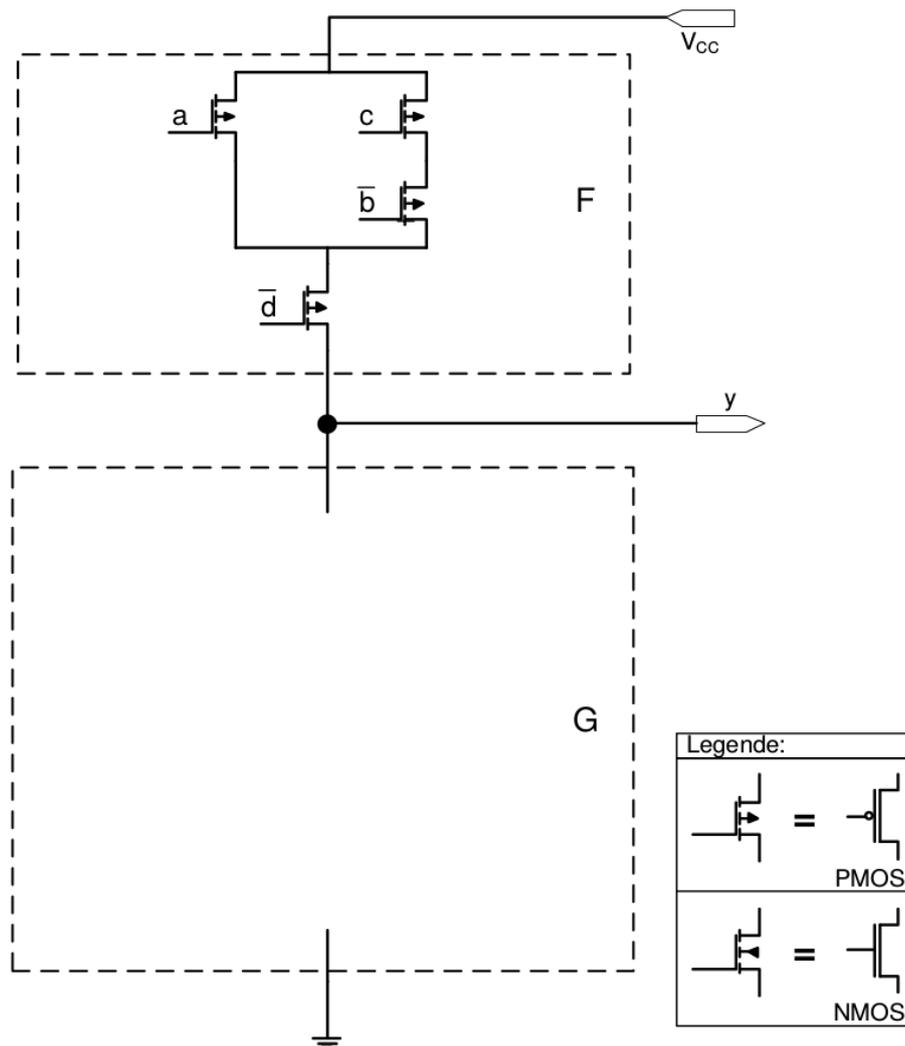

Abbildung 2: CMOS-Schaltnetz
2.2 Zeichnen Sie das pull-down Schaltnetz der Funktion G aus Aufgabenteil 2.1 in Abbildung 2.